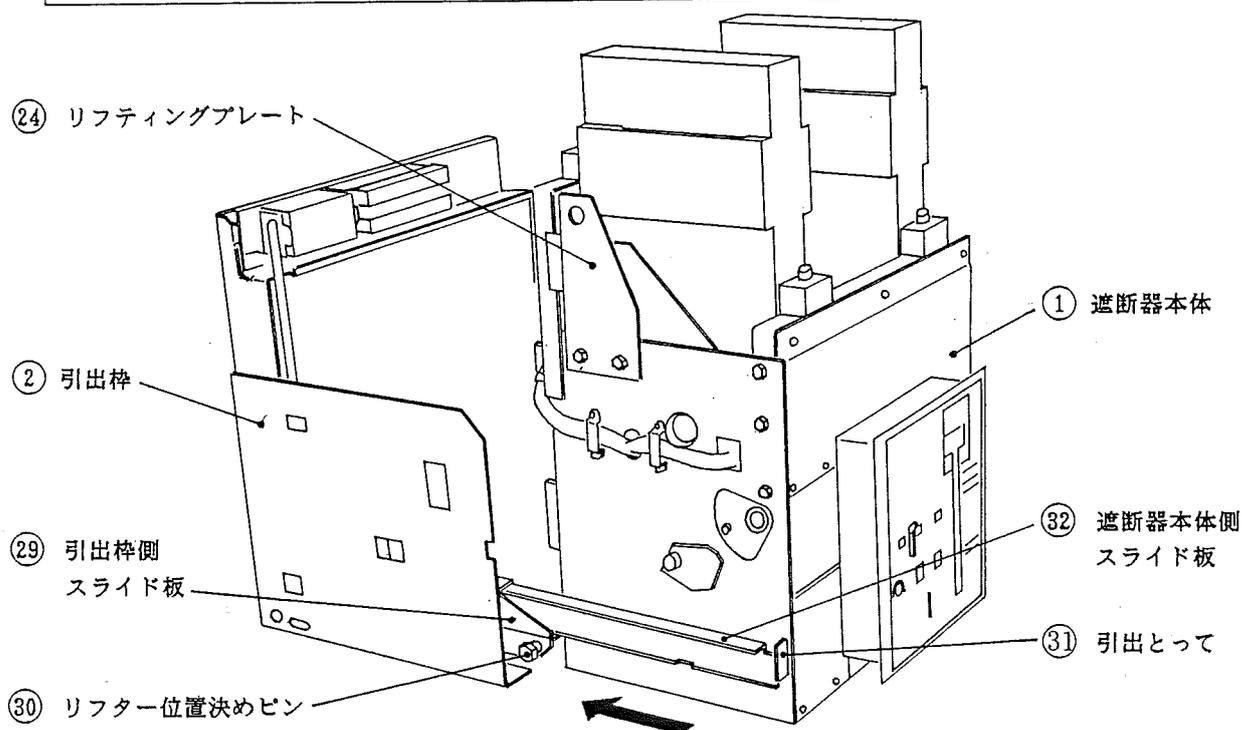

図22. 遮断器を引出枠に挿入する方法
- 4) リフティングプレート(図22 ⑳)にワイヤロープを掛け吊り上げるか、専用リフター(オプション)を使用して、引出枠側スライド板(図22 ㉑)に遮断器本体側スライド板(図22 ㉒)がはまり込むようにあてがい遮断器を引出ストッパが復帰する位置まで押し込んで下さい。
- 5) さらに、引出として(図22 ③1)を押して、再び、引出ストッパーが掛かる位置まで遮断器を押し込んで下さい。